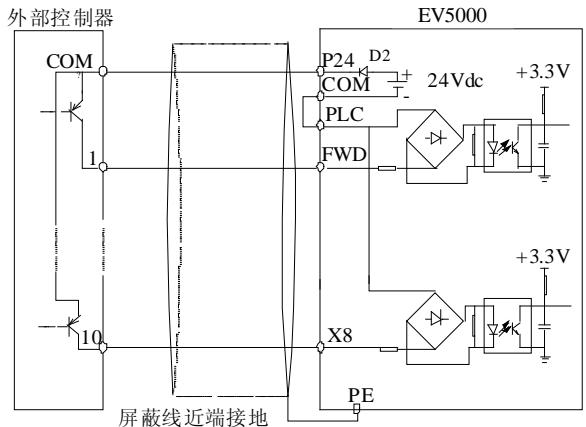

图 4-24 使用变频器内部+24V 电源的漏极连接方式
- 2) 使用变频器内部+24V 电源，外部控制器为 PNP 型的共发射极输出的连接方式（注意去除 PLC 与 P24 端子间的连接线），如图 4-24 所示。